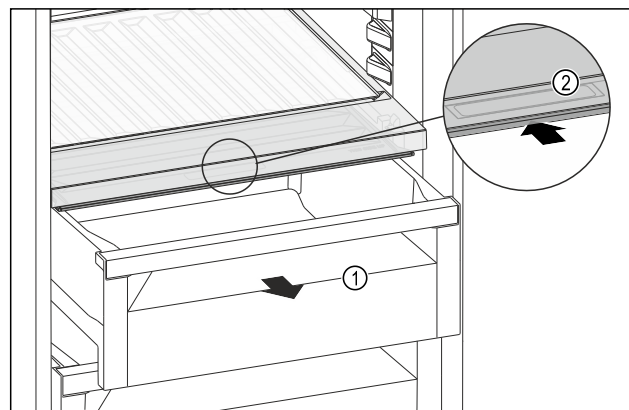

Fig. 190
- Træk skuffen Fig. 190 (1) ud.
- Tag fat i grebsforsænkningen Fig. 190 (2) i bokslåget, og skub samtidigt bokslåget tilbage.